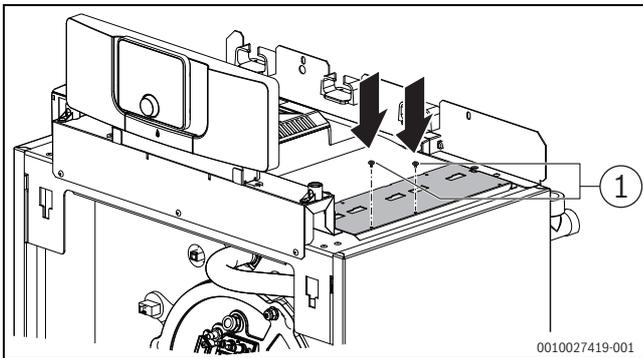

Fig. 32 Avvitamento delle viti
- ▶ Avvitare due viti fino a 1,5 mm nel supporto modulo (→fig. 32, [1]).